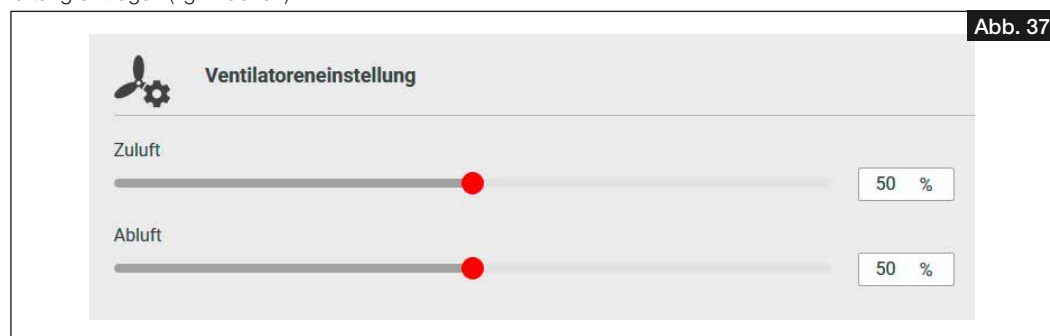

Abb. 37
5. Unter „Ventilatoreinstellung“ die Ventilatorleistungen für Zu- und Abluft gemäß der ermittelten Werte für die Nennlüftung eintragen (vgl. Abb. 37).